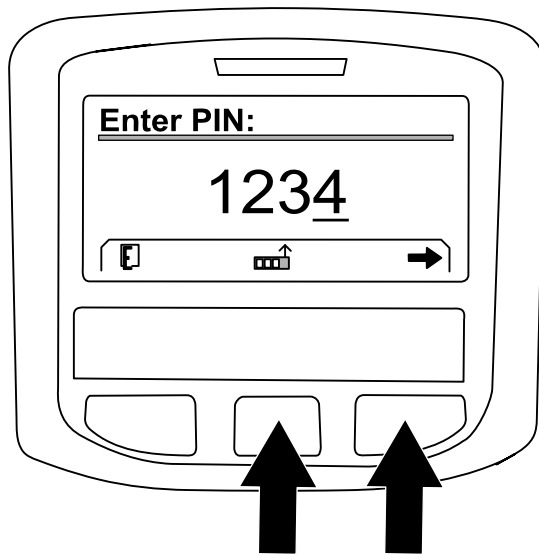
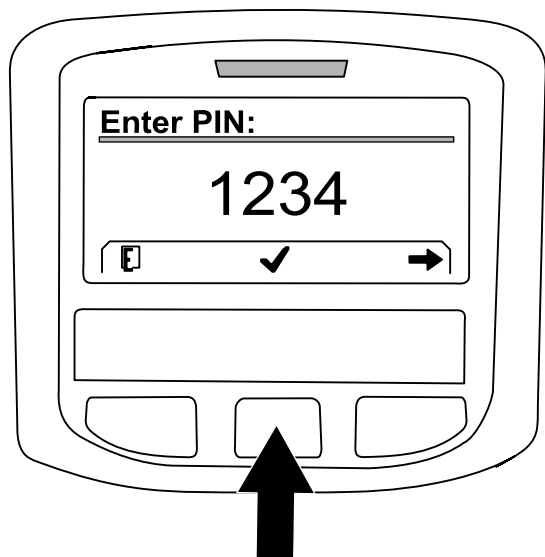

Figure 227
Figure 228
- A. Appuyez sur le bouton central comme nécessaire pour saisir le chiffre gauche du code PIN (Figure 227).
- B. Appuyez sur le bouton droit pour passer au chiffre suivant du code PIN (Figure 227).
- D. Après avoir saisi tous les chiffres du code PIN, appuyez sur le bouton droit (Figure 227) puis sur le bouton central pour entrer le code PIN (Figure 228).